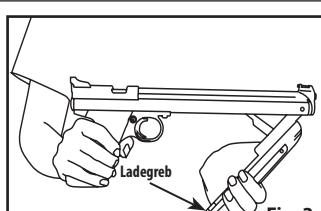

Fig. 3
- 3. Åbn ladegrebet helt op til det stopper (Fig. 3). Hold godt fast i ladegrebet, når du åbner det.
FORSIGTIG: FARE FOR KLEMNING: Hold håndtænder i samme position som vist i Fig. 3. Ukorrekt placering af hånden kan resultere i klemning, hvis du mister grebet om ladegrebet, og kan forårsage skader. Anvend lige slag, når du pumper din luftpistol.